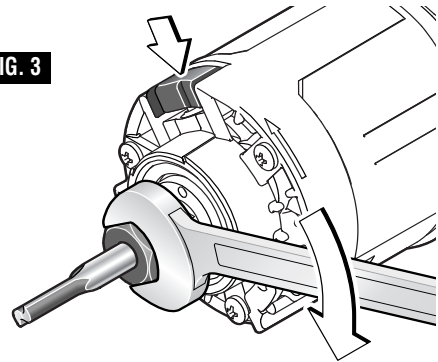

FIG. 3
5. Con la broca de fresadora introducida y el cierre del husillo acoplado, utilice la llave de tuerca para portaherramienta para apretar firmemente el conjunto de mandril portaherramienta en el sentido de las agujas del reloj (visto desde la parte inferior de la fresadora) (Fig. 3).\*